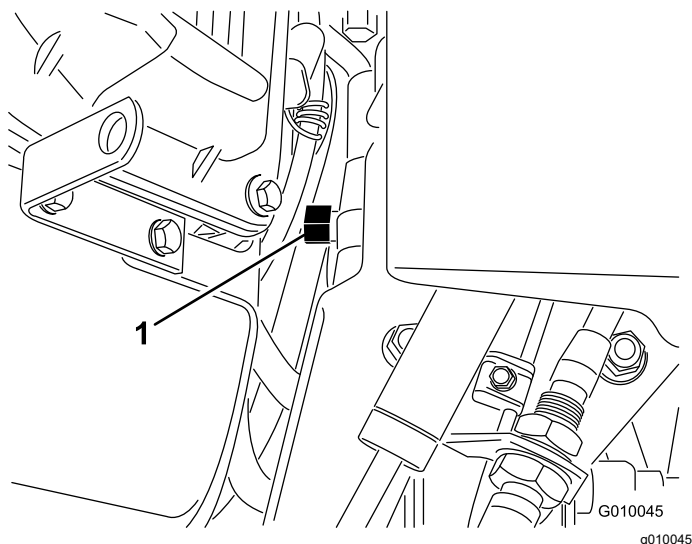

Figura 29
2. Localice la válvula de desvío, situada entre el motor y la bomba hidrostática (Figura 29).
que el fluido hidráulico se desvíe alrededor de la bomba y que las ruedas giren (Figura 29).
5. Para volver a poner la máquina en marcha, gire la válvula de desvío una vuelta en sentido horario (Figura 29).